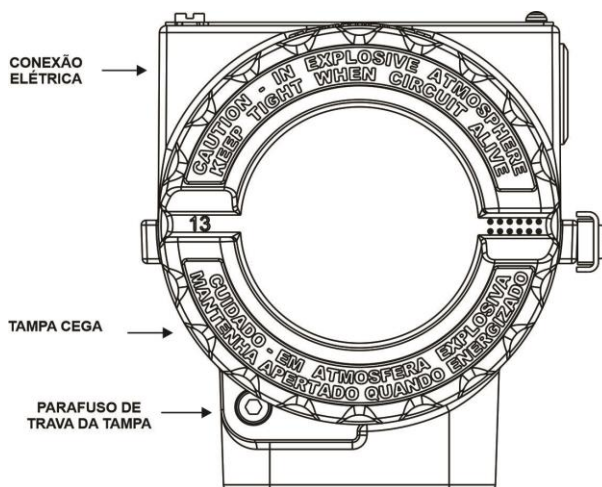

Figura 1.21 – Parafuso de travamento da tampa
1. Solte o parafuso de travamento da tampa e remova-a do bloco de terminais (borneira) conforme mostrado na Figura 1.21.
1. Remova a tampa da borneira como mostrado na figura 1.21.
1. Solte o parafuso de travamento da tampa e remova-a do bloco de terminais conforme mostrado na Figura 1.21.
1. Solte o parafuso de travamento de rotação. Veja a Figura 1.21.